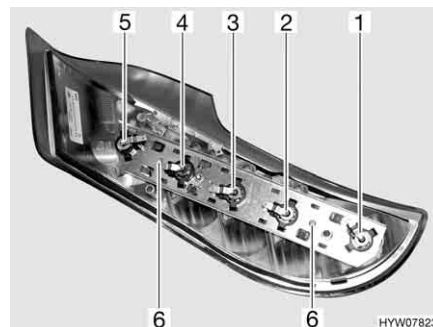

Fig. 178 Luci posteriori (lato posteriore)
- Svitare le due viti Torx (Fig. 178,6) del listello di supporto poste sul lato posteriore dell'involucro.